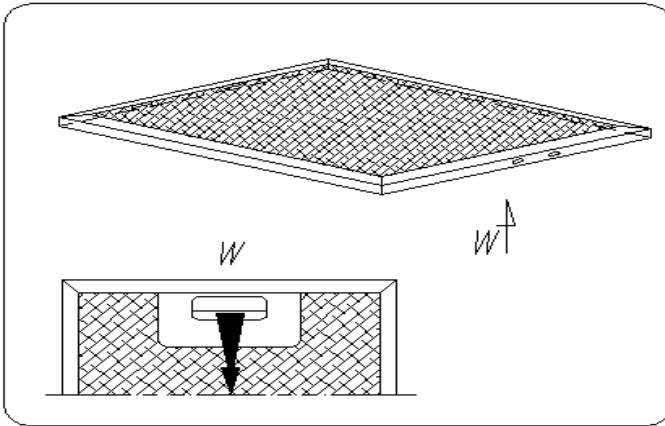

Abb. 6.
Bei der Demontage der Filter sollen Sie Schnappsperrn durch Drücken freistellen (Abb.6), wobei Sie mit der Hand Filter vor Ausfallen schützen.
- a) Metallfettfilter entfernen 3.1.2 (Abb.6),